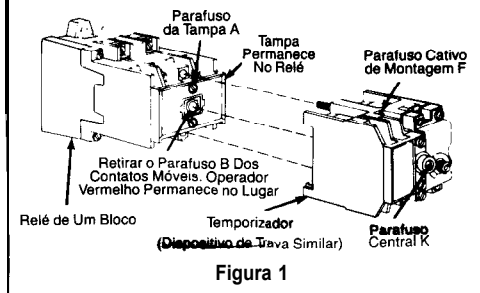

Figura 1
- 8.3 Quite la cubierta del relé y la barra transversal roja aflojando los tornillos cautivos A de la cubierta. Figura 1.
- 1.1 Retirar e descartar o parafuso B do rele. Figura 1. Não retirar o operador vermelho ou a tampa.